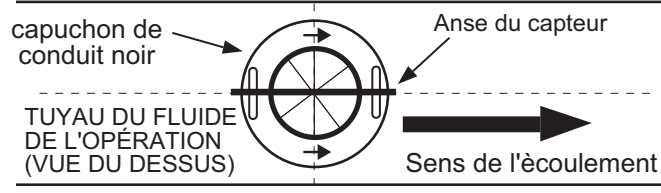

Figure 3
- Lorsque l'alignement est correct, l'anse du capteur doit être parallèle au tuyau. (Figure 3)